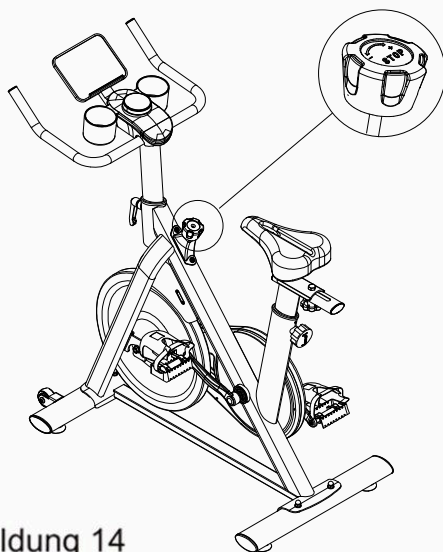

Abbildung 14
14. Drehen Sie den Einstellgriff im Uhrzeigersinn oder gegen den Uhrzeigersinn, um den Widerstand zu erhöhen oder zu verringern. Drücken Sie den Griff nach unten, um die Notbremsfunktion zu aktivieren, wie in Abbildung 14 gezeigt.